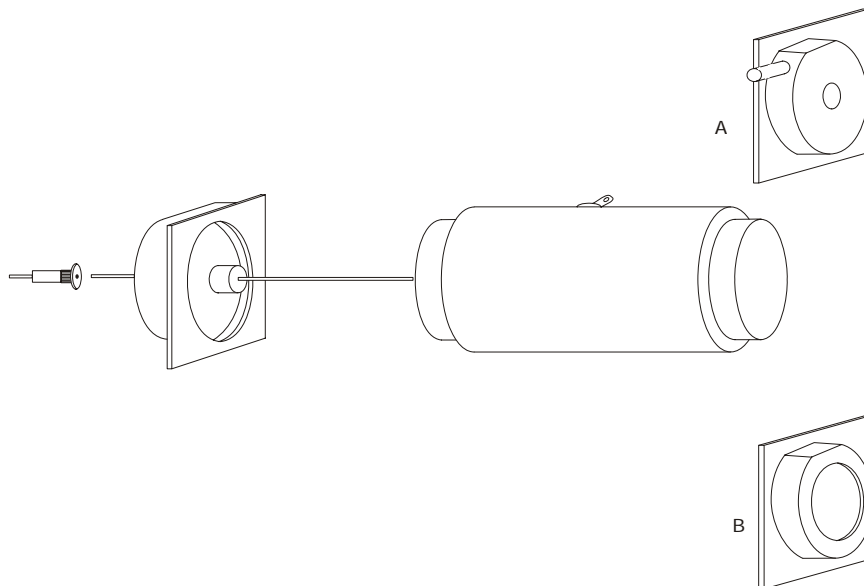

Fig. 6 Montagem da câmara de ionização (A para pressão baixa, B para pressão atmosférica normal)
- Montar a câmara de ionização conforme a fig. 6. Para o estudo do efeito ionizante dos raios X sob pressão normal serve a tampa da câmara com abertura grande, em caso de pressão baixa (princípio do contador de Geiger-Müller) serve então a conexão de evacuação.